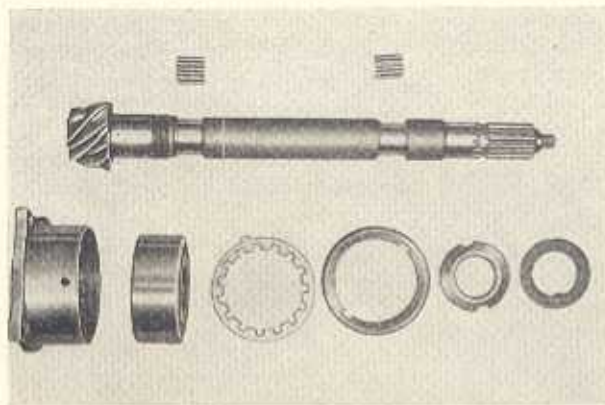

Bild G 36. Einzelteile der Kegelradwelle
10. Zusammenbau in umgekehrter Reihenfolge des Ausbaues (Bild G 36). Dabei ist zu beachten, daß die Nummern auf dem Schrägkugellager in einer Höhe stehen.